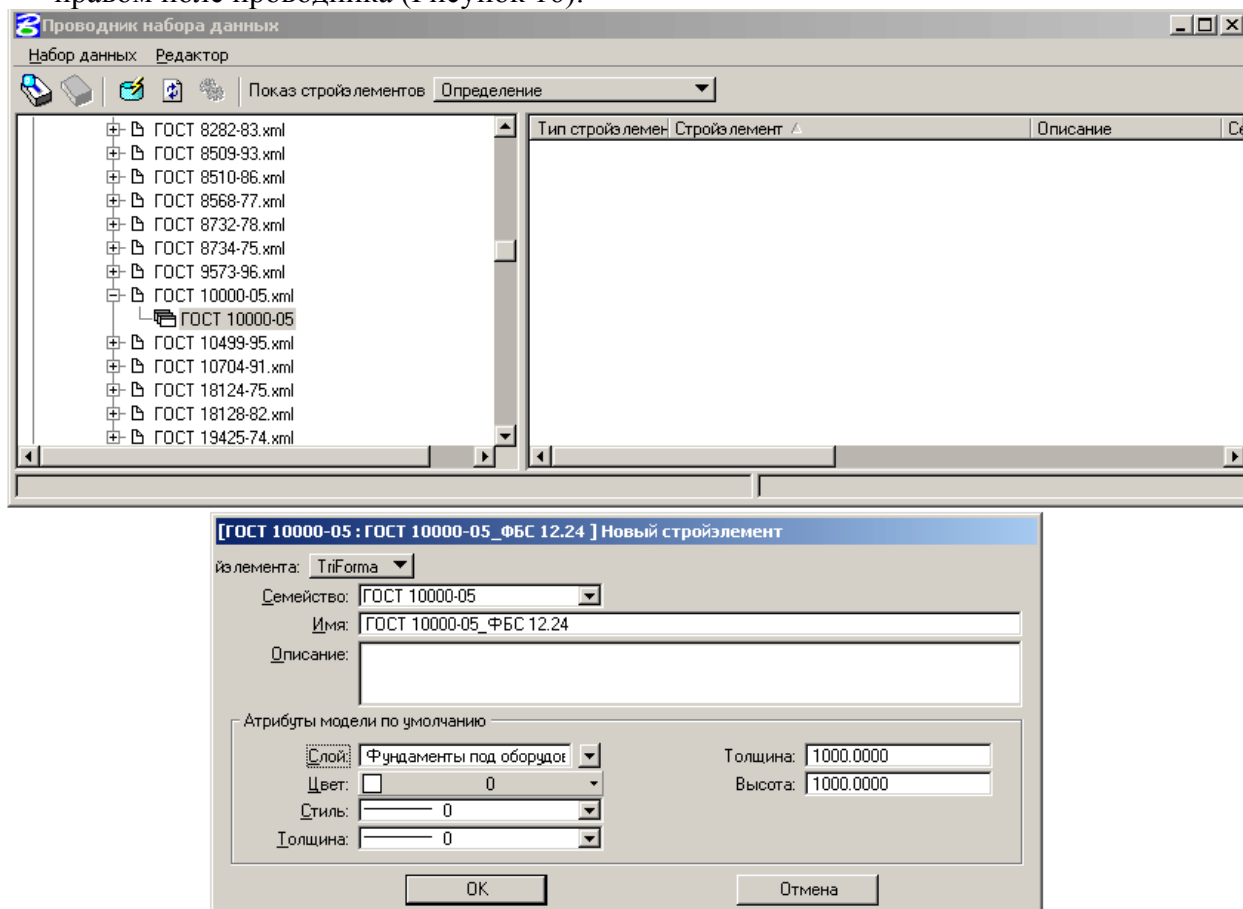

Рисунок 16
2. Создание нового компонента производится нажатием правой кнопки мыши в правом поле проводника (Рисунок 16).